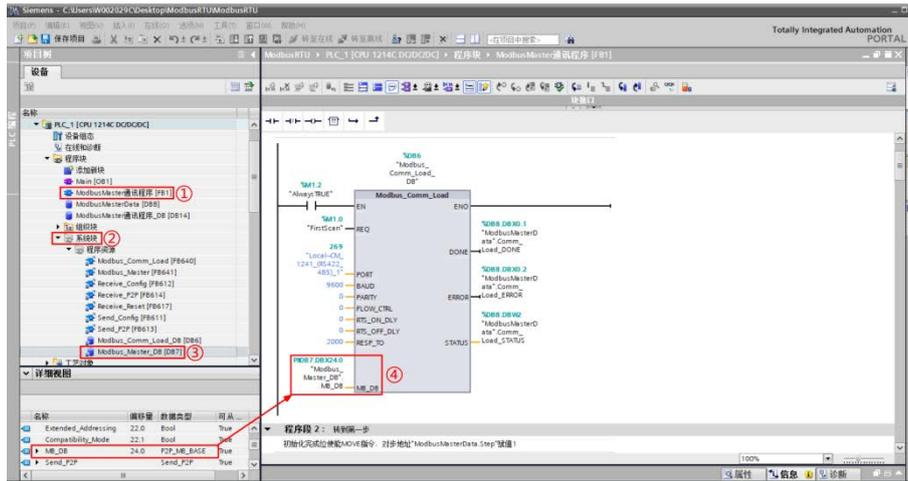

图 4.5 对 Modbus\_Comm\_Load 指令的 MB\_DB 赋值
- 5) 接下来，通过对【Modbus\_Comm\_Load】指令的【MD\_DB】参数赋值，将【Modbus\_Comm\_Load】指令与【Modbus\_Master】指令进行关联，即将【Modbus\_Master】指令的背景 DB 块中静态变量【MB\_DB】赋值给【Modbus\_Comm\_Load】指令的【MD\_DB】，可以通过拖拽的方式来实现，拖拽路径如图 4.5 所示。